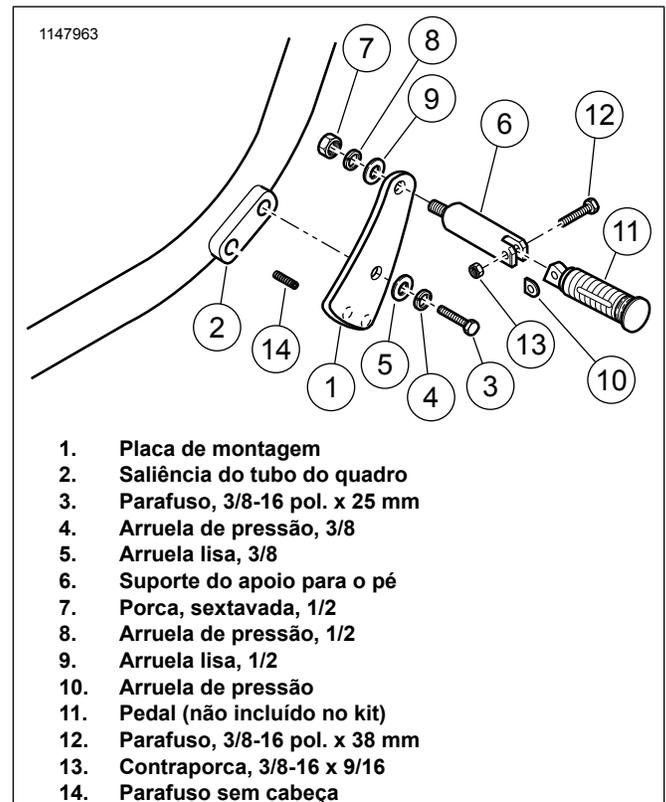

Figura 1. Instalação do pedal e do kit de montagem do pedal (lado direito do veículo)
1. Veja Figura 1. Instale o parafuso sem cabeça (14) no furo inferior da saliência do tubo do quadro (2) deixando expostos 50 mm (ou três roscas) do parafuso sem cabeça.
2. Coloque a placa de montagem do pedal para autoestrada (1) na posição correta. Para posicionar o pedal mais baixo, posicione o furo inferior escondido na placa de montagem sobre o parafuso sem cabeça. Para posicionar o pedal mais alto, posicione o furo superior escondido na placa de montagem sobre o parafuso sem cabeça. Fixe a placa de montagem na saliência do tubo do quadro usando o parafuso longo de 25 mm (3), a arruela de pressão (4) e a arruela lisa (5) do kit. Aperte.